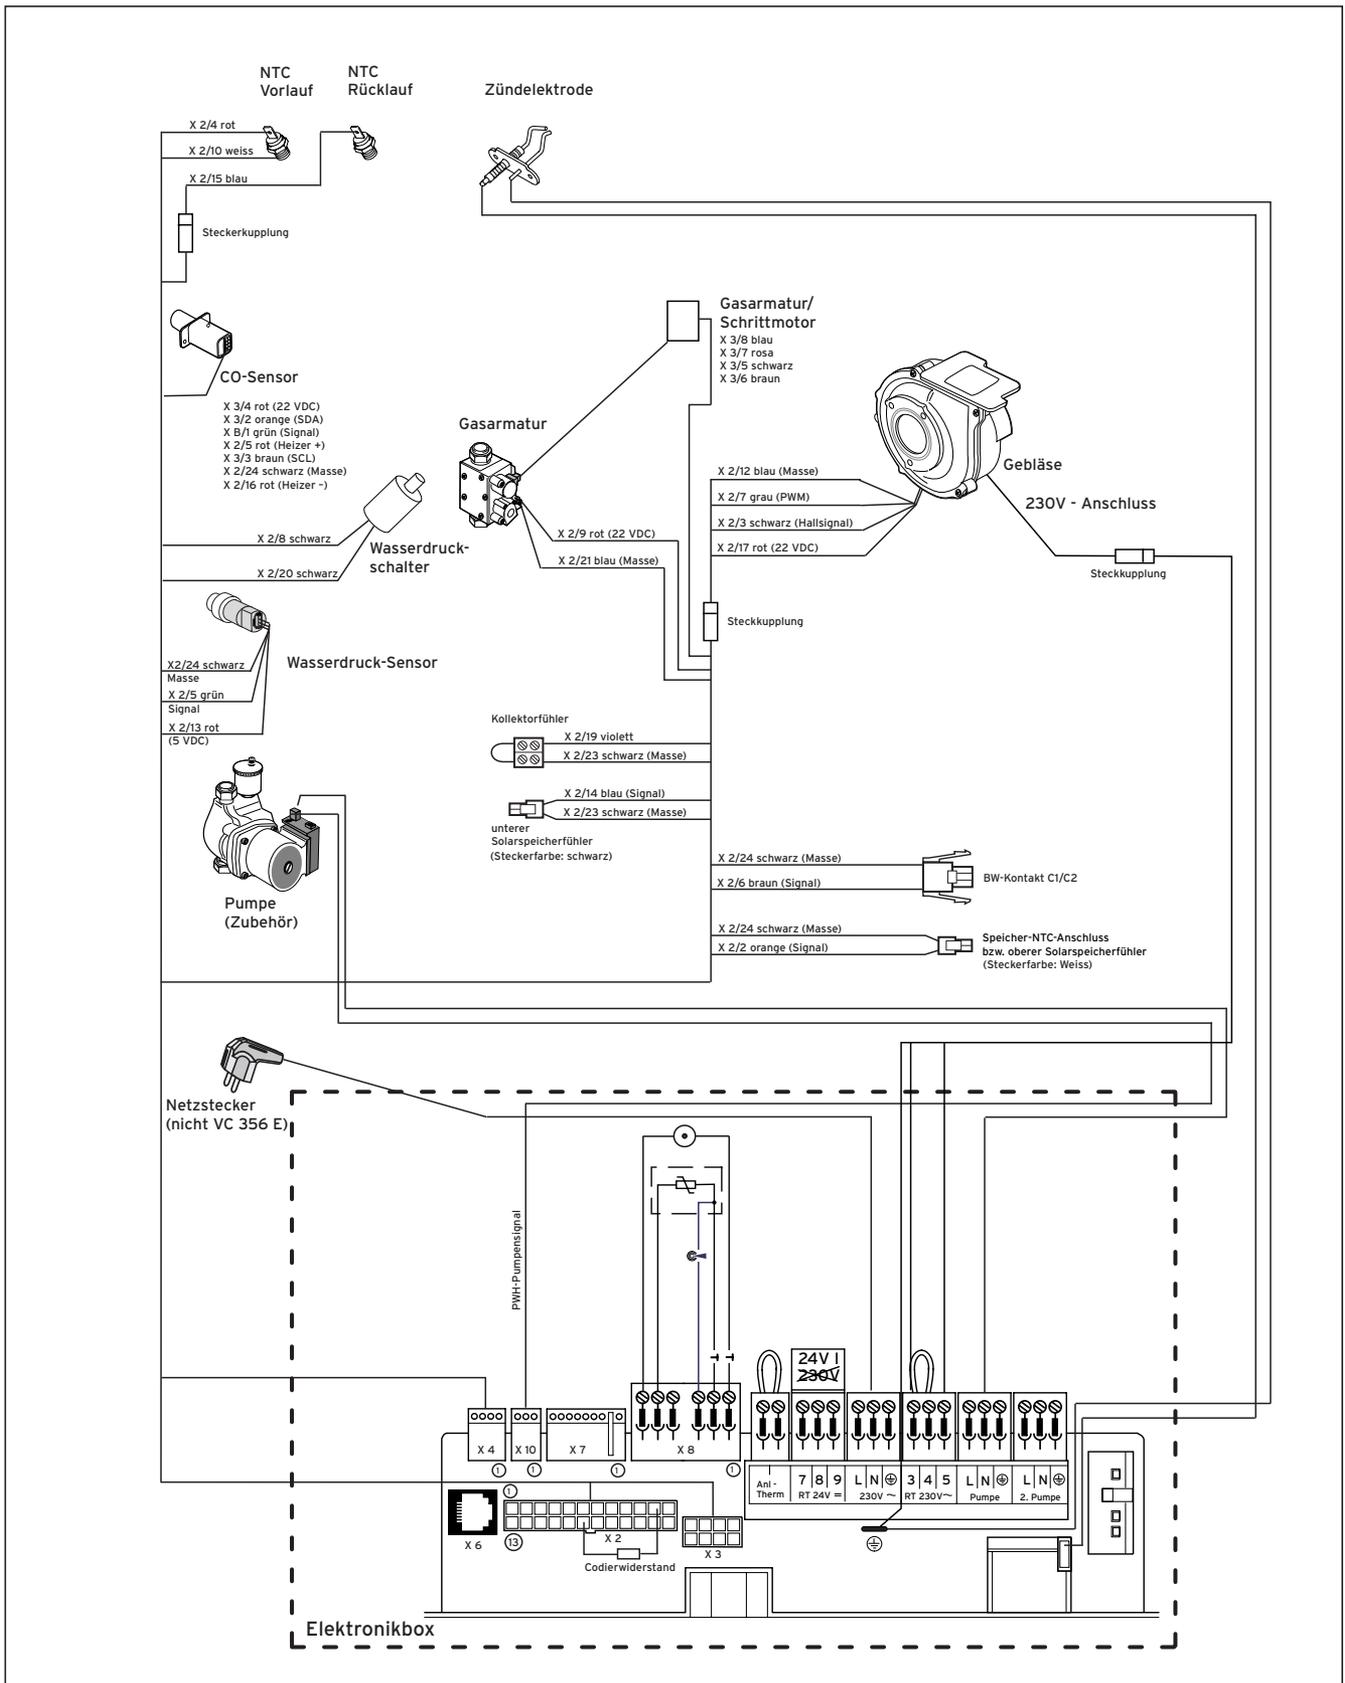

Abb. 4.20 Verdrahtungsplan ecoTEC exclusiv VC
- Schließen Sie den oberen Solarspeicherfühler (Art.-Nr. 71 14 13) an das Anschlusskabel „Speicher-NTC-Anschluss“ der Geräteelektronik an (s. Abb. 4.20).
- Schließen Sie die Signalleitung „Warmwasseranforderung“ des externen Reglers an das Anschlusskabel „BW-Kontakt C1/C2“ der Geräteelektronik an (s. Abb. 4.20).